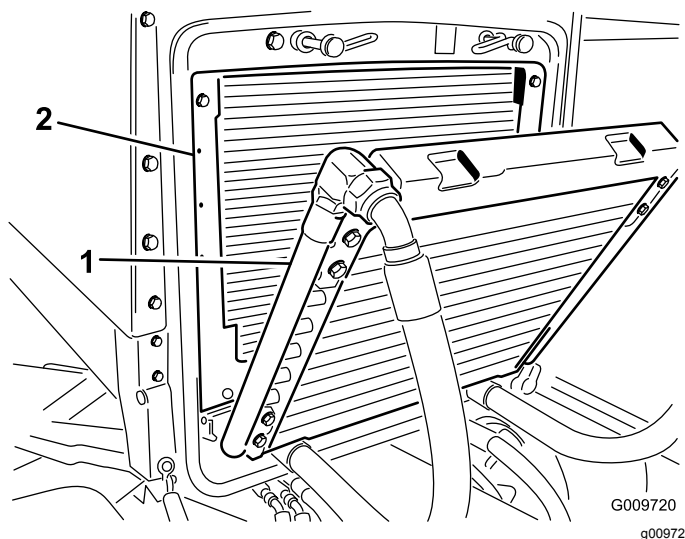

Figure 52
3. Basculez le refroidisseur d'huile en arrière. Nettoyez soigneusement les deux côtés du refroidisseur et la surface autour du radiateur (Figure 52) à l'air comprimé. Commencez par l'avant et soufflez les débris vers l'arrière. Nettoyez ensuite en soufflant de l'arrière vers l'avant. Répétez cette procédure plusieurs fois jusqu'à ce qu'il ne reste plus aucun débris.